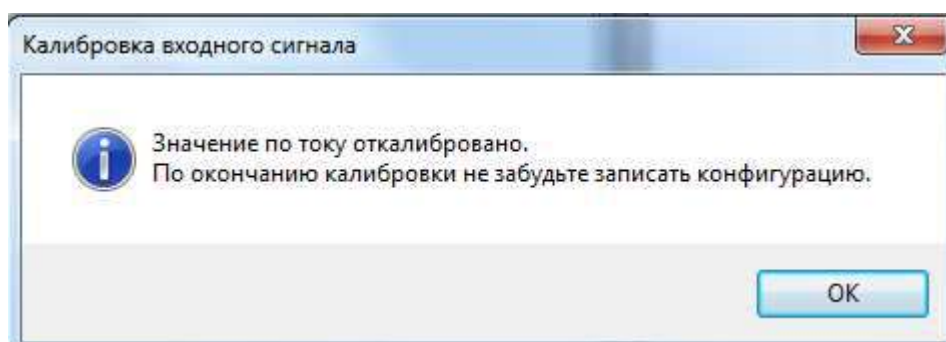

Рисунок 4 – Информационное окно
- дождаться информационного окна об успешной калибровке сигнала (рисунок 4).